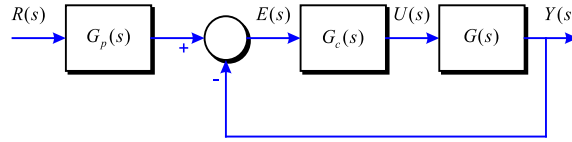

Figura 3-41
**Problema 99** Donat el sistema de la Figura 3-41, on: